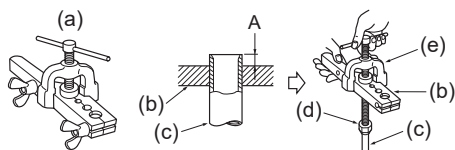

Abb. 5-6
5.2.4. Aufbiegungsarbeiten (Abb. 5-6)